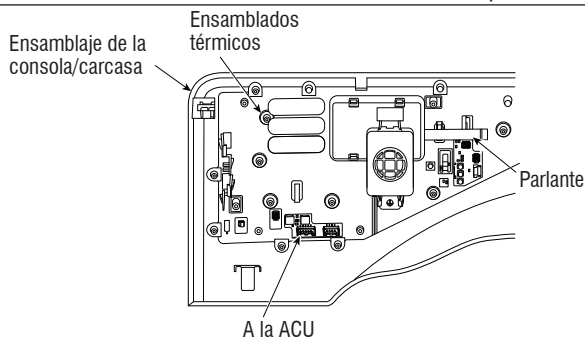

Figura 4: Interfaz humano-máquina (HMI), ensamblaje de la consola/carcasa
5. Compruebe visualmente que todos los conectores de la HMI estén insertados completamente en la HMI. Consulte la Figura 4, a continuación.